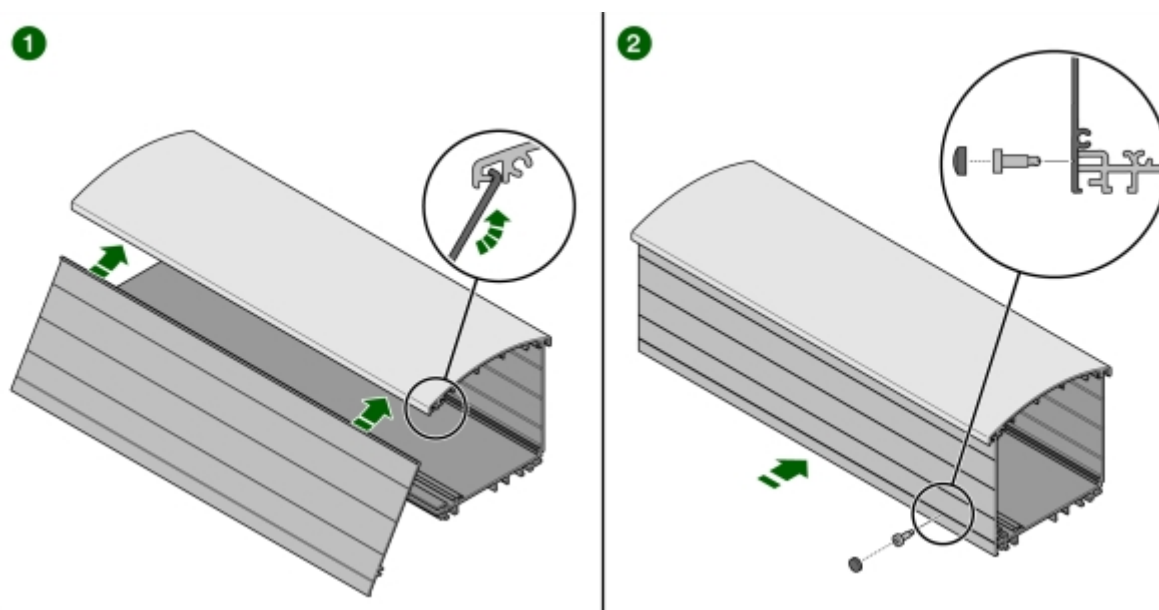

Bild 71: Montering av lock
- 4 Fäst frontlocket med uttagen (switchen) och balklocken i spåret i balkens överkant (1 i Bild 71).
- 5 Skruva fast locken med en skruv (RTSF 4,8×13) i varje ände och tre skruvar jämnt fördelat över längden (ca 600 mm mellan), totalt fem skruvar (RTSF 4,8×13) per balklock (2 i Bild 71).